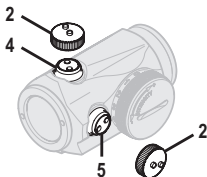

Fig. 2 Ta bort locken
- a Öppna Linsskydden (3).
- b Sätt Vridomkopplaren (8) på en nivå där den röda punkten är tillräckligt ljusstark för att kontrastera mot målet.
- c För att komma åt Höjdjusterskruven (4) och Sidojusterskruven (5), ta bort Justeringslocket (2). Se Fig. 2.
- d Justeringslocket (2) eller Verktuget (11A) används för att justera Höjdjusterskruven (4) och Sidojusterskruven (5). De två knapparna på Justeringslocket (2) passar i de två fördjupningarna på Justerskruvarna (4) (5).